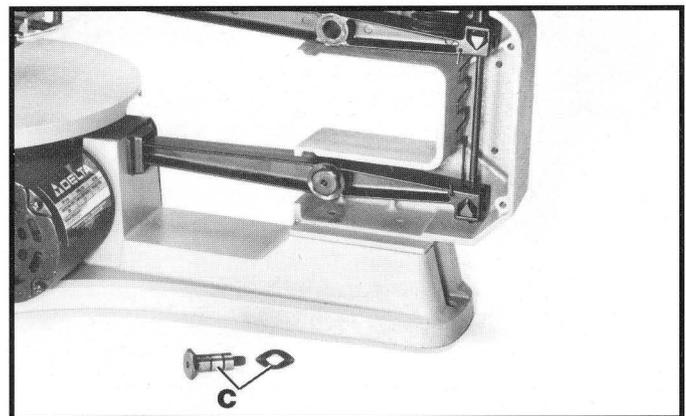

Fig. 23
5. La figure 23 illustre l'un des boulons de pivotement et les rondelles ondulées (C) enlevés. Nettoyez bien la graisse des arbres des deux boulons de pivotement et graissez les arbres avec quelques gouttes d'huile à machine légère.